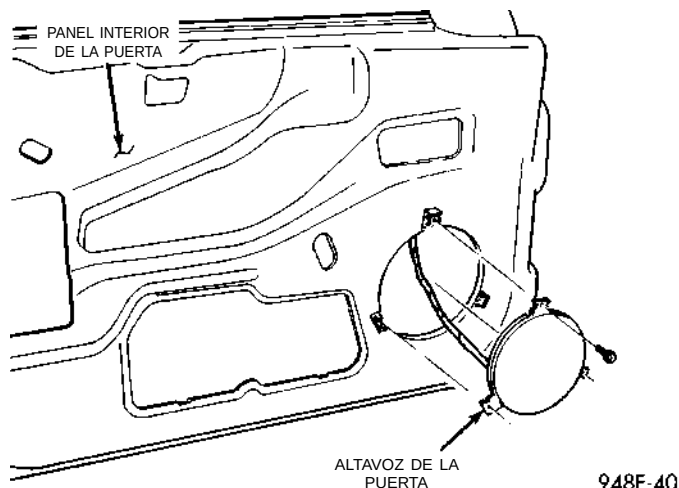

Fig. 9 Altavoz de la puerta delantera
- (1) Retire el panel, consulte el Grupo 23, Carrocería.
- (2) Retire los tres tornillos de retención del altavoz (Fig. 9).
- (3) Retire el conjunto del altavoz y desconecte el conector del cable.